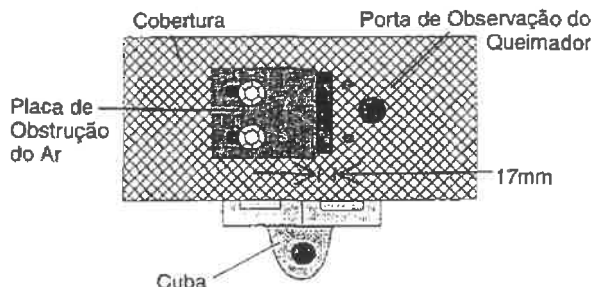

Figura 4
- b. Ajuste a placa de obstrução do ar no protector do ventilador para obter uma chama laranja-avermelhada na face do queimador. Veja a Figura 4.